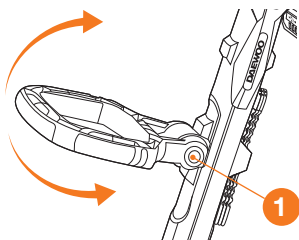

Рис. 7
- Для изменения угла наклона дополнительной рукоятки, зажмите кнопку фиксатора **1** и установите рукоятку в необходимое положение, после чего отпустите кнопку фиксатора (Рис. 7). Для удобства кошения кромок, основная рукоятка имеет возможность поворота на 90°.